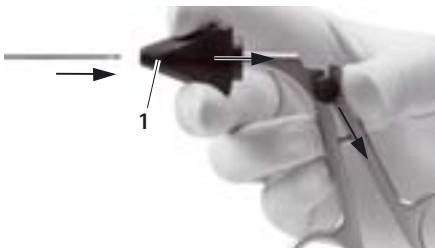

Afb. 6
- Schuif de buitenbuis 10 tot de aanslag over de binnenbuis 9 op het werkinzetstuk 7, zie Afb. 6.